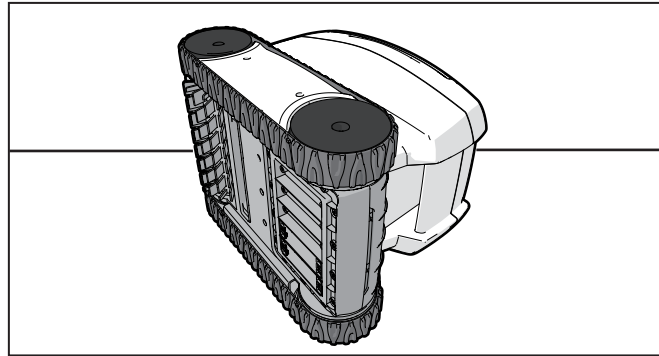

Figure 24. Placer le robot nettoyeur à la verticale sur un côté
1. Placer le robot nettoyeur à la verticale sur un côté (Figure 24).